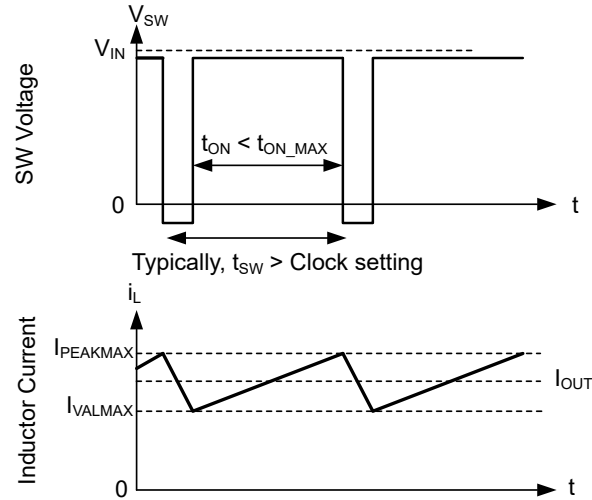

图 7-11. 电流限值波形
当低侧 (LS) 开关接通时，也会检测和监控流经它的电流。与高侧器件一样，低侧器件具有由内部误差放大器环路命令的关断功能。对于低侧器件，即使振荡器正常启动一个新的开关周期，也会在电流超过此值时阻止关断。与高侧器件一样，关断电流的高低也受到限制。该限值在图 7-11 中称为低侧电流限值  $I_{LS-LIMIT}$ 。如果超出低侧电流限值，低侧 MOSFET 将保持导通状态，高侧开关不会导通。一旦低侧电流降至此限值以下，低侧开关就会关断，并且只要自高侧器件上次导通后至少经过一个时钟周期，高侧开关就会再次导通。